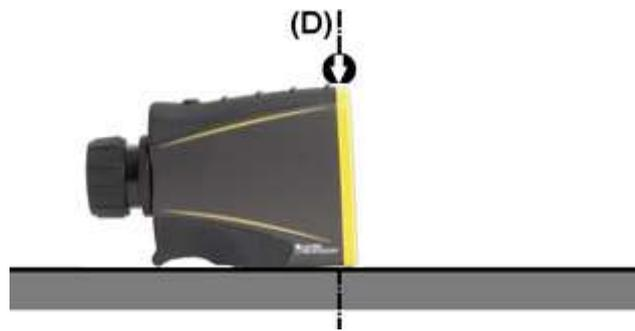

Figure 1
- 4 Placer le télémètre laser sur une surface plane et horizontale (vérifier à l'aide d'un niveau) et tenir d'un doigt l'avant de l'appareil au niveau de la flèche, comme indiqué sur la figure 1. Garder le doigt en place et ne pas soulever le télémètre laser jusqu'à la fin de l'étape 7.